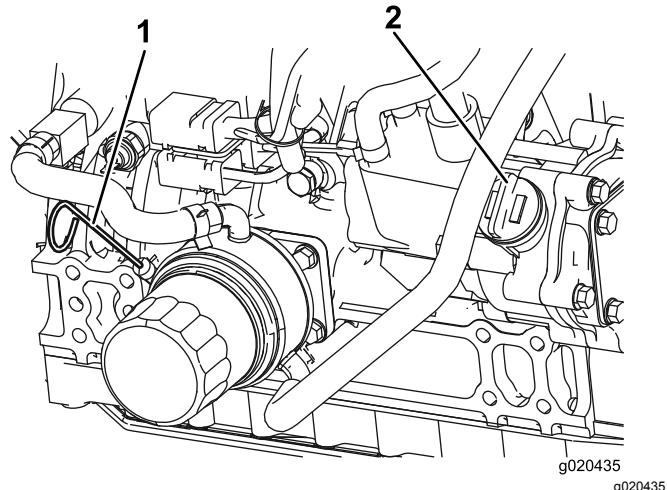

Figura 65
3. Retire la varilla, límpiela, vuelva a colocarla en el tubo y retírela de nuevo. El nivel de aceite debe estar entre las marcas de lleno y agregar (Figura 65).
4. Si el nivel de aceite es bajo, retire el tapón de llenado (Figura 65) y añada aceite hasta que el nivel esté entre las marcas de lleno y agregar. **No llene demasiado.**